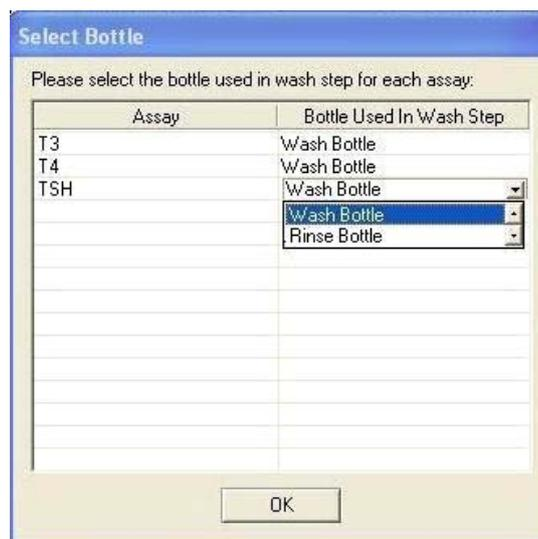

Рисунок 8.1-3. Выбор флакона
4. После просмотра расписания работы (work schedule) кликните по “OK”. Появится окно выбора флакона для промывки (Select bottle) (Рисунок 8.1-3 **Выбор флакона**). Выберите, какой Тест будет использовать для шагов промывки планшета флаконы с промывочным буфером (Wash) или с ополаскивающим буфером (Rinse). Кликните по кнопке “OK”.